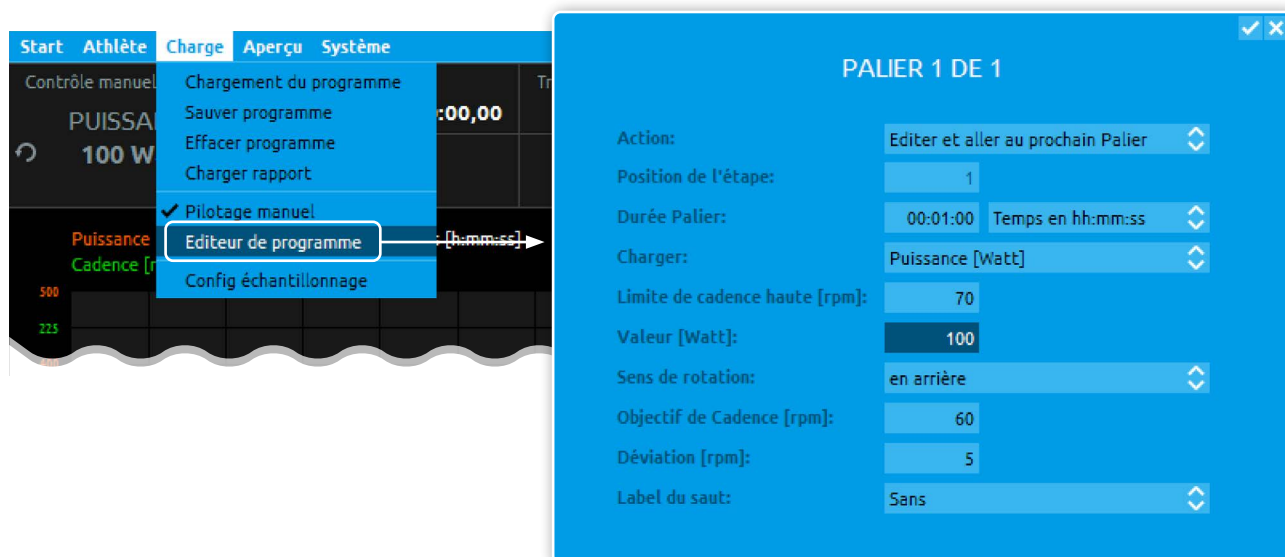

Figure 58 : Configurer la première étape - 100 watts
- 2 Ouvrez le dialogue fonctionnel Éditeur de programmes. Le dialogue fonctionnel s'ouvre alors, dans lequel la première étape est configurée (voir figure 58).